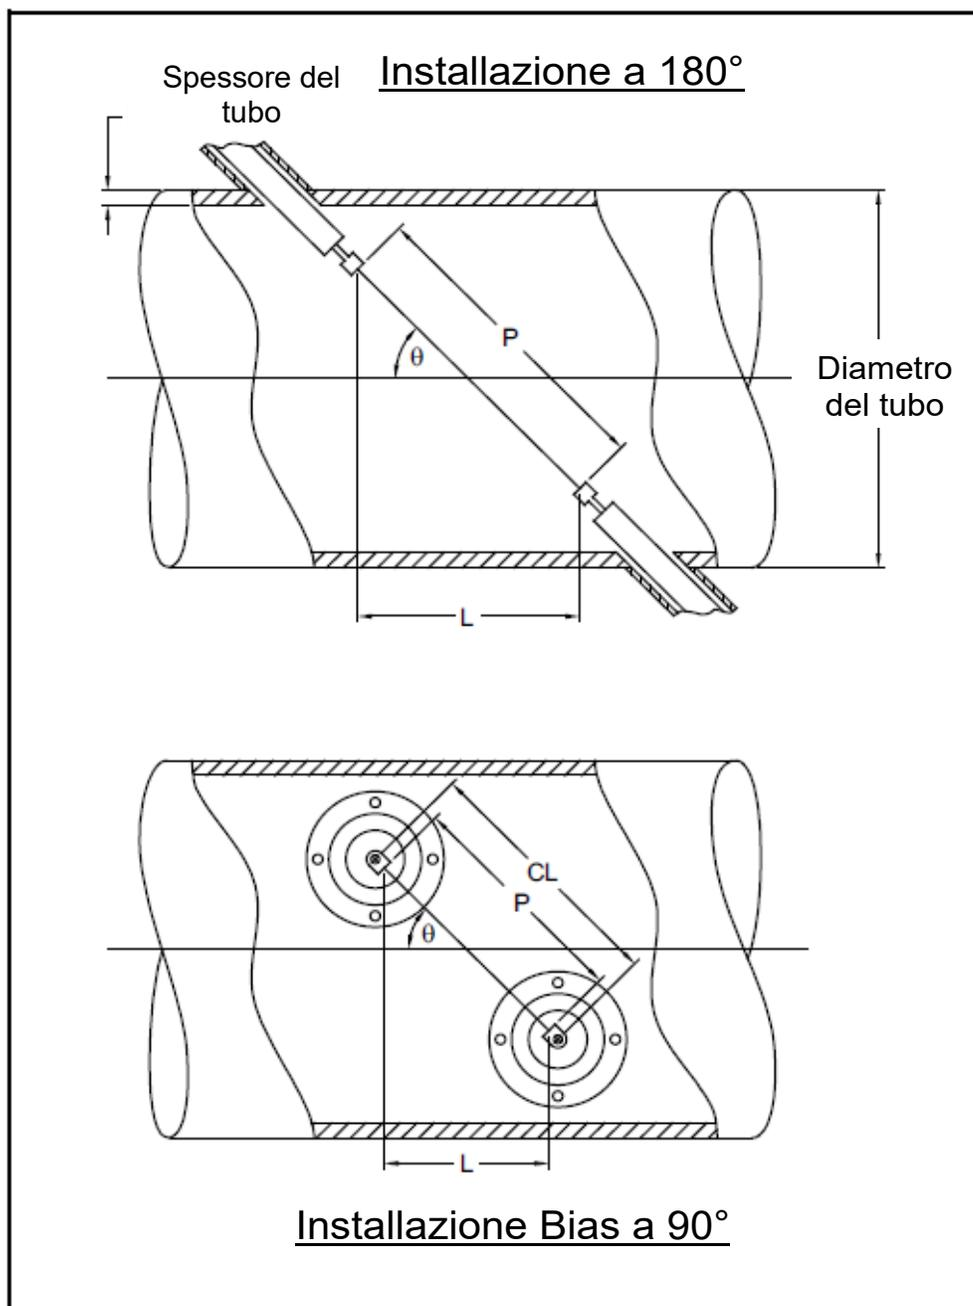

Figura 22: Vista dall'alto delle installazioni tipiche dei trasduttori
L'accuratezza dei valori P e L programmati è fondamentale per ottenere misure precise della portata. Se Panametrics fornisce la cella a flusso per il sistema, i valori corretti saranno inclusi nella documentazione fornita con il sistema. Per i trasduttori installati su una tubazione esistente (vedere Figura 22 a pagina 68), P e L devono essere misurati sul posto. Questa appendice fornisce le istruzioni per determinare correttamente queste dimensioni.
Quando possibile, misurare fisicamente la distanza faccia a faccia (P) e la distanza assiale (L) tra i centri delle facce piane dei trasduttori. Fare riferimento alla Figura 22 a pagina 68 per un'illustrazione delle distanze corrette da misurare in un'installazione tipica.
Con l'installazione di un trasduttore Bias 90°, talvolta accade che gli unici parametri noti siano l'angolo del trasduttore ( $\theta$ ) e la distanza intermedia tra i corpi del trasduttore (CL). In questi casi, è ancora possibile calcolare P e L combinando l'equazione C-1 con l'equazione aggiuntiva C-2 (vedere Figura 22 a pagina 68):